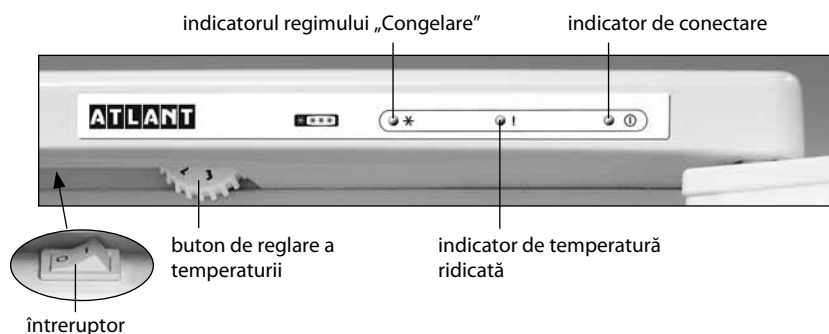

Figura 3 – Elemente de comandă a congelatorului
**2.1.1** Elementele de comandă în conformitate cu figura 3 sunt:
**2.2.1** Pentru a porni congelatorul trebuie de conectat acesta la rețeaua electrică – se va aprinde indicatorul de conectare în conformitate cu figura 3.
**2.4.1** Conectarea regimului „Congelare” se efectuează prin apăsarea întrerupătorului spre indicele „I” – se aprinde indicatorul regimului, la apăsare spre indicele „0” regimul se deconectează și indicatorul se stinge în conformitate cu figura 3.